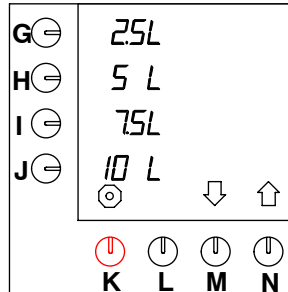

Fig. 33 Teclas de preselección por estandar
La máquina está ajustada para utilizar L (=litros) por estandar. Estas unidades pueden ser cambiadas. (Esta unidad es la mostrada por estandar con las teclas de selección, ver fig. 33).
- Mantenga apretada la tecla de programación (N.) \uparrow hasta que en el display aparezca fig. 33 .